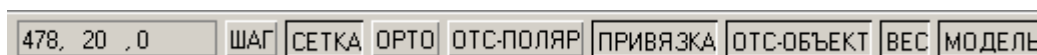

Рис. 9. Строка состояния
На рабочем столе AutoCAD 2005 закреплены 6 из 29 панелей инструментов: стандартная панель инструментов (рис. 5), панель **Слой**, панель **Свойства объектов** (рис. 6), панель **Рисование** (рис. 7), панель **Редактирование** (рис. 8), строка состояния (рис. 9).
1) нажав соответствующую кнопку в строке состояния (см. рис. 9). Нажмите, например, на кнопку **СЕТКА**. Сетка с экрана исчезнет. Повторное нажатие вернет сетку. Нажатая кнопка выделяется черным уголком в левом верхнем углу кнопки (см. кнопку **ПРИВЯЗКА**);
Для включения объектной привязки нужно щелкнуть мышью в строке состояния по кнопке **ПРИВЯЗКА** (см. рис. 9). Предварительно необходимо настроить привязку на конкретные опорные точки графических объектов.
Для обеспечения точности и эффективности построений можно включить также полярное и объектное слежение (см. на рис. 9 кнопки **ОТС-ПОЛЯР** и **ОТС-ОБЪЕКТ**), которые позволяют производить построения точно вдоль вспомогательных наклонных и ортогональных линий. Можете попробовать.